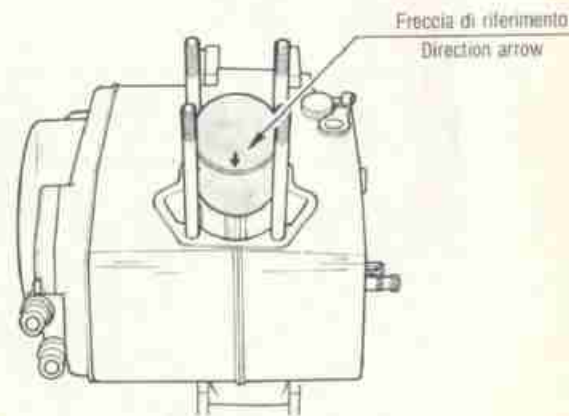

FIG. 50 Montaggio pistone
- 20) VERIFICARE prima del montaggio il buono stato della gabbietta sullo spinotto e dei suoi rulli. Montare quindi il pistone assicurandosi che la freccia marcata sul cielo del pistone sia rivolta verso lo scarico (fig. 50) quindi lo spinotto e relativi anelli di fermo avendo l'avvertenza che non cadano dentro al carter.